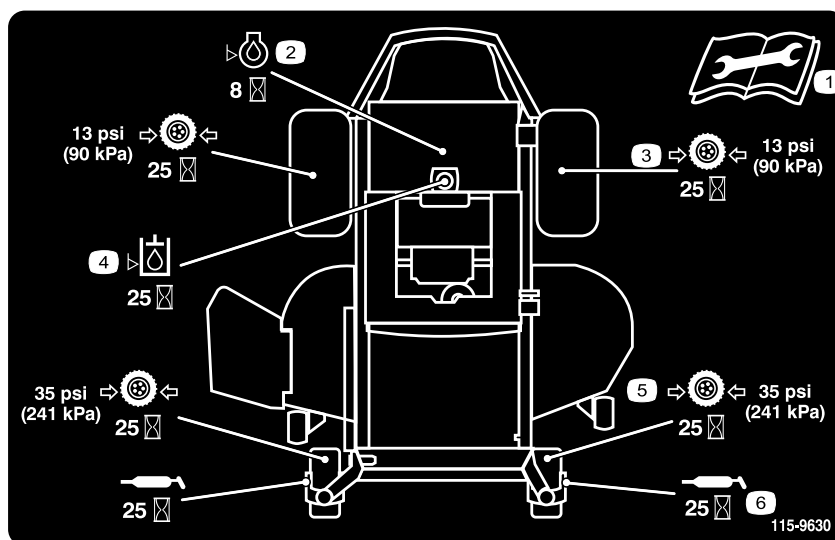

Figure 35
3. Nettoyez les graisseurs (Figure 37 et Figure 35) à l'aide d'un chiffon. Grattez la peinture qui pourrait se trouver sur les graisseurs.
4. Raccordez une pompe à graisse à chaque graisseur (Figure 37 et Figure 35). Injectez de la graisse dans les graisseurs jusqu'à ce qu'elle commence à sortir des roulements.